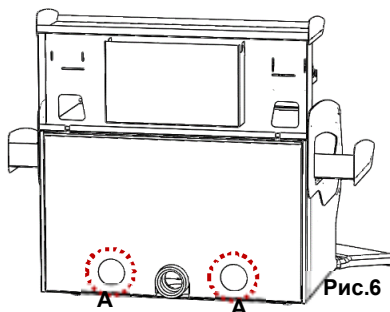

Рис.6
6.9 Светильник (14) закрепить магнитом на своде корпуса. Закрепить сетевой шнур размещенным на нем магнитом (для исключения провисания шнура в рабочей зоне внутри **БОКСА**). Вилку шнура вывести через отверстия (А), в крышке задней стенки, рис.6.